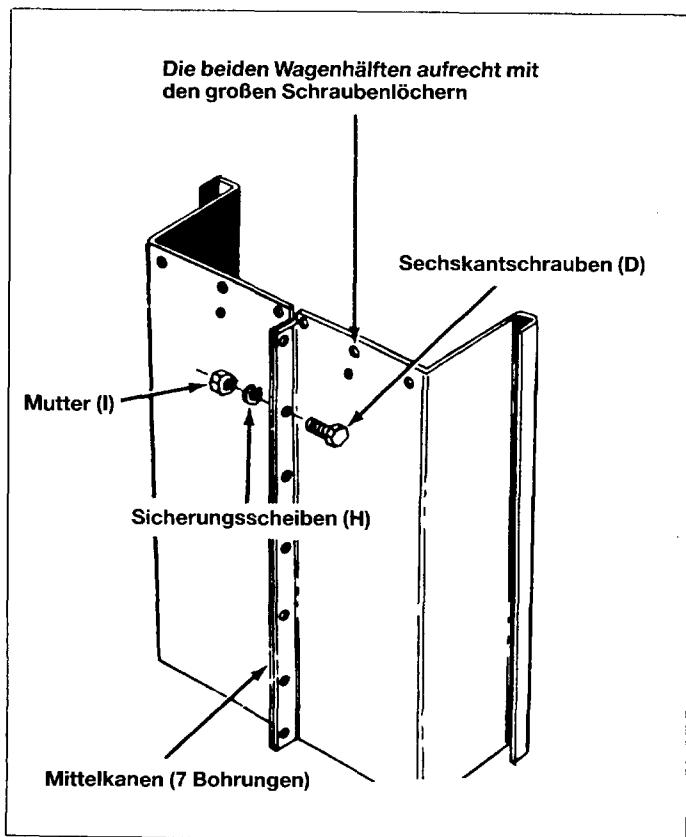

Bild 3
- Die beiden Wagenseiten (P und R) in aufrechter Position nach Bild 3 anordnen. Achtung! Große Schraubenlöcher nach oben.
- Schrauben (D), Sicherungsscheiben (H) und Muttern (I) an den heruntergebogenen Rändern der Wagenseiten anbringen. Alle 7 Schrauben montieren. Schrauben nicht anziehen. Siehe Bild 3 und Hinweis unten.